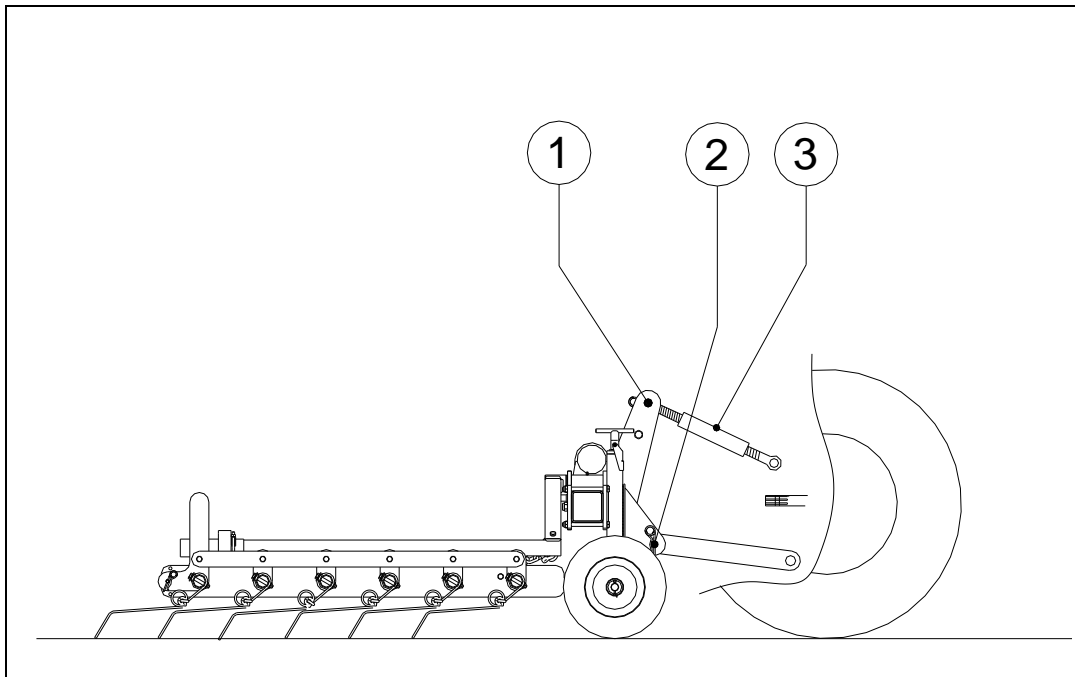

fig. 8
O método é o seguinte: (fig. 8)
3. Vire o braço superior de engate 3 de modo que a máquina venha a ficar directamente do lado oposto do terreno. (veja fig. 8)